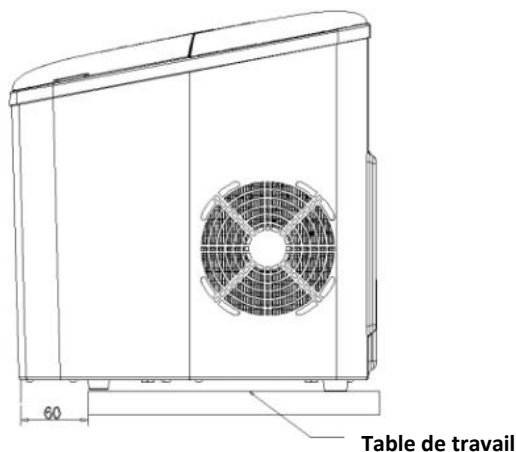

Fig.1
3. Avancer l'appareil jusqu'à une distance de 60 mm de la table de travail et ouvrir le bouchon de vidange pour évacuer l'eau excédentaire (voir Fig.1, Fig.2 et Fig.3).